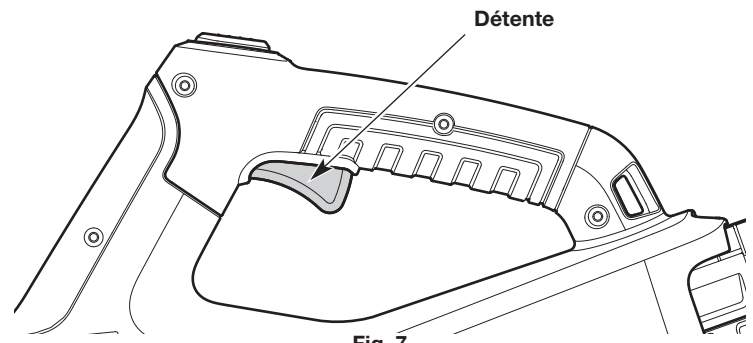

Fig. 7
2. Presser et maintenir la détente enfoncée pour démarrer l'appareil (Fig. 7).
1. Relâchez la détente (Fig. 7).